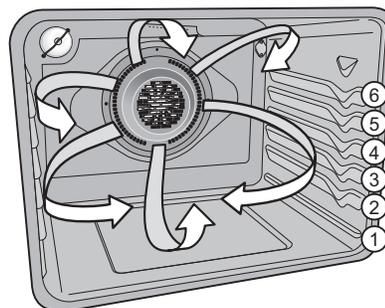

Figure 25: Positions des moules
- Pour de meilleurs résultats lorsque vous faites cuire des gâteaux étagés à l'aide de deux grilles de four, placez la grille aux position 3 et 5 et placez les moules comme indiqué à la Figure 25.